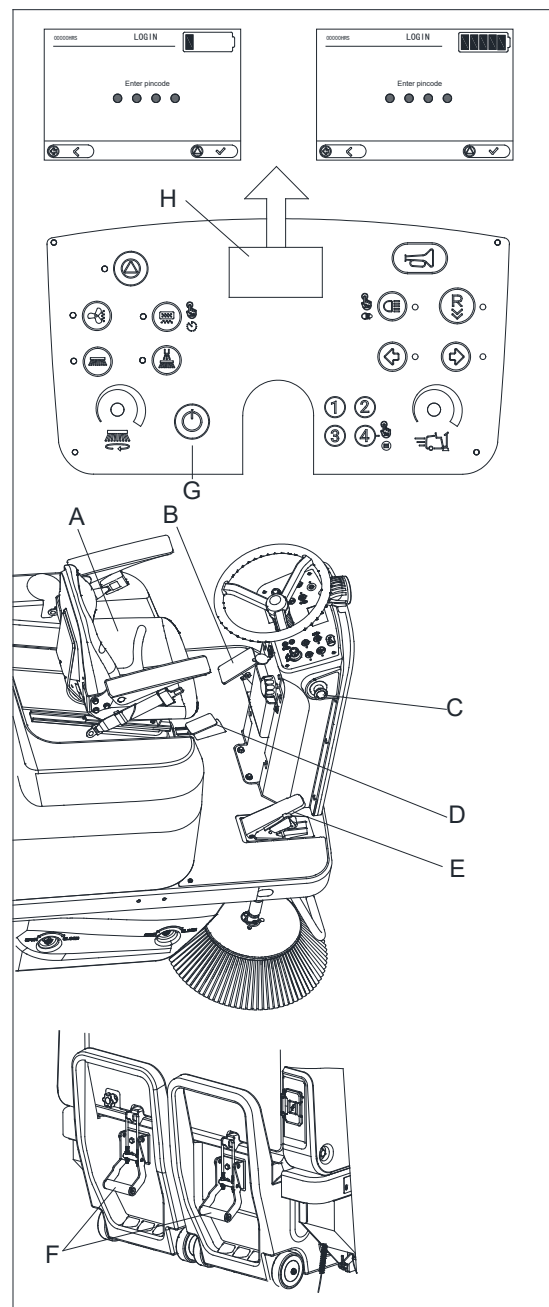

Figura 7
10. Siéntese en el asiento (A, figura 7) y pulse el botón de encendido (G, figura 7) para poner en marcha la máquina (consulte la siguiente sección de procedimientos de funcionamiento).
11. Compruebe el estado de carga de las baterías. Si la pantalla LCD (H, figura 7) muestra el icono de la batería con 5 barras, significa que la batería está completamente cargada y que la máquina se puede utilizar. Si la pantalla LCD (H, figura 7) muestra el icono de la batería con 1 barra o menos, es necesario cargar la batería. (Véase la sección de mantenimiento para cargar la batería).
12. Compruebe el freno (B, figura 7). El freno debe estar bloqueado y ser fácil de soltar (si hay problemas, consulte al centro de servicio).
13. Compruebe que el pedal del panel frontal (D, figura 7) funcione sin problemas.
14. Pise el pedal del acelerador (E, figura 7) para comprobar si la máquina puede avanzar o detenerse.
15. Para garantizar la seguridad de la máquina, al presionar el interruptor de parada de emergencia (C, figura 7), la máquina se detendrá de inmediato. Gire el interruptor de parada de emergencia para reiniciarlo. Si desea continuar usando la máquina, debe reiniciarla para salir de la modalidad de parada de emergencia.
17. Asegúrese de que el pestillo de la tolva (F, figura 7) esté bien sujeto.